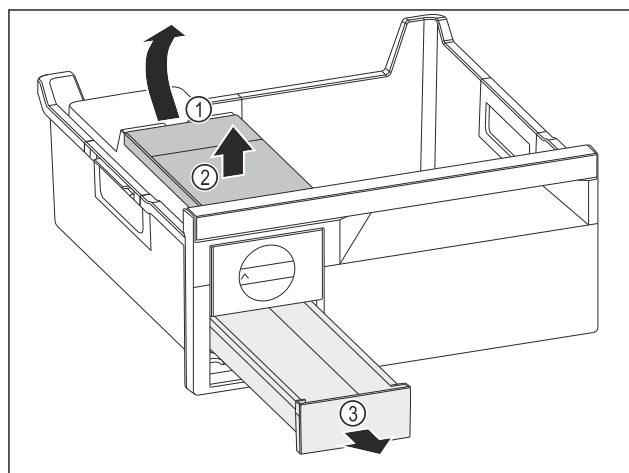

Fig. 90
► Retirer le réservoir d'eau : Soulever le réservoir d'eau hors de l'évidement Fig. 90 (1).
► Retirer le réservoir d'eau Fig. 90 (2) vers le haut.
► Retirer le compartiment à glaçons Fig. 90 (3) vers l'avant.